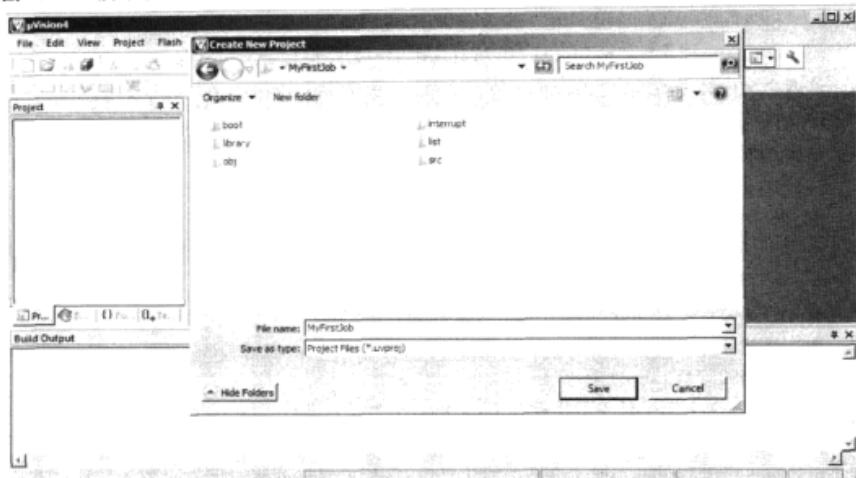

图 4.4.11 保存新建工程
② 然后执行如下操作：
- a) 打开 Keil μVision4，选择 Project→New μVision Project 菜单项（如果当前有工程正在打开，请先执行 Project→Close Project 将其关闭），在弹出窗口中填写工程名和保存路径（路径选择刚才新建的 MyFirstJob 文件夹，并将工程命名为 MyFirstJob），然后单击保存，如图 4.4.11 所示。